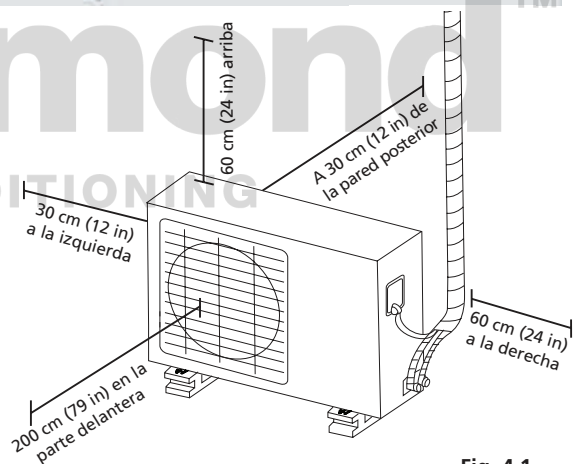

Fig. 4.1
- ☑ Se cumplen todos los requisitos de espacio que se muestran en la figura de requisitos de espacio para la instalación (**Fig. 4.1**)